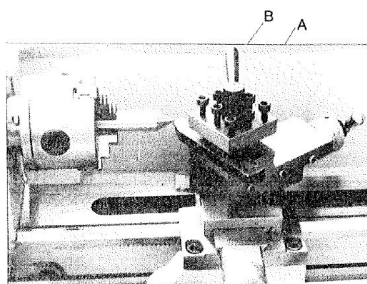

Fig. 11
Når du skal justere værktøjsstolpen, behøver du kun at løsne grebet vist i (B) i fig. 11. Husk at stram grebet godt igen.